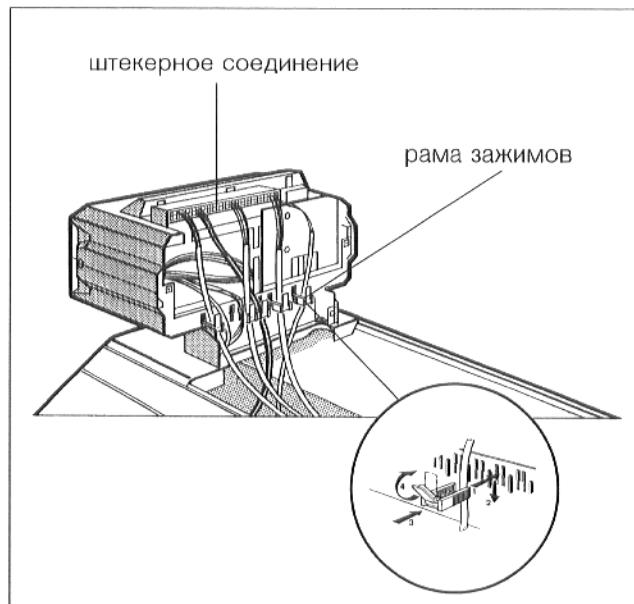

Рис. 20
- Проложить провод горелки назад, под передним кожухом котла, и соединить штекерные соединения в регуляторе, соответственно маркировке (рис. 20).
- Подключить электропроводку к штекерным соединениям, соответственно схеме соединений (рис. 20).
вставить зажимы для крепления кабеля с вложенным проводом в раму зажимов и закрепить, повернув рычажок (рис. 20).